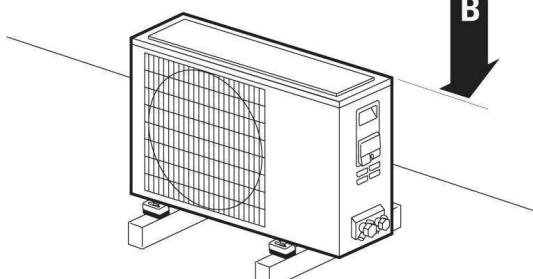

Fig. 18
- En cas d'installation sous un toit ou dans une position de ce type, voir fig. 18